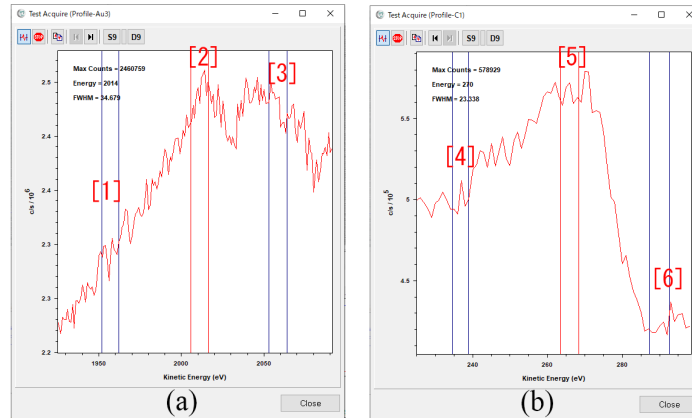
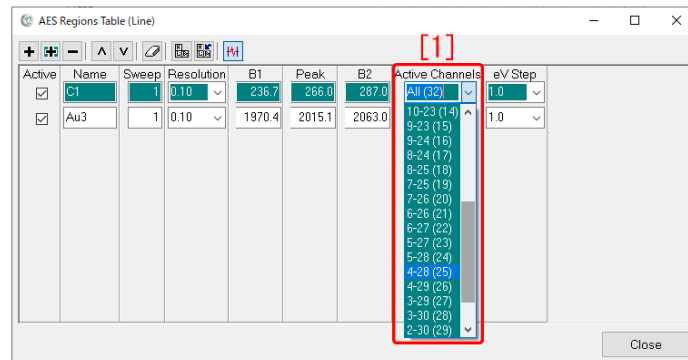

図 8.2 スパッタリング測定スペクトル指定画面
図 8.3 スパッタリング測定スペクトル指定画面
まず、図 8.1 「[7] Acquisition Method」のプルダウンメニューから「3-points」を選択し、「[14]」をクリックして開いたのが、図 8.2 である。「[15]」の「Au3」ないしは「C1」が選択され青色になっている際に、それぞれ図 8.2 (a) ないしは (b) が表示される。
それぞれの図で、左右と中央に 3 つのスペクトル領域が設定されている。領域の範囲は、図 8.2 の縦のバーをクリック&ドラッグして変更できる。また、領域の幅は、図 8.1 「Resolution [16]」のプルダウンメニューで、0.05-0.4 の範囲で設定できる。さらに、図 8.1 「[12]」をクリックして図 8.3 を開き、「[1] Active Channels」のプルダウンメニューで、チャンネル数をデフォルトの値 (32) から小さくすることで、エネルギー範囲をさらに絞ることができる。
スパッタリングを繰り返して測定したスペクトルが、図 8.1 左下の「C(1), Au(1), C(2), Au(2)」である。また、スパッタリング時間を横軸にとり、図 8.2 で指定したように、スペクトルピークの積分強度からバックグラウンドを差し引いた値を縦軸にとったグラフが、図 8.1 下の「[18](1)」および「[18](2)」である。